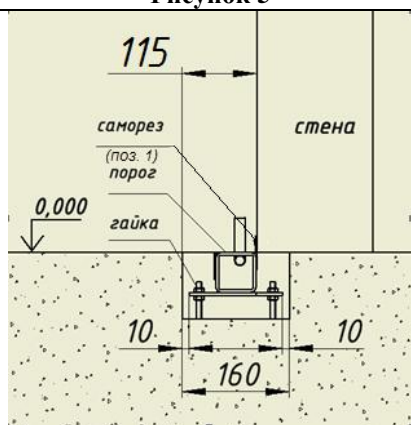

Рисунок 6
- **Внимание! После заливки бетона, удалить (выкрутить) крепёж (рис.6 поз 1).**